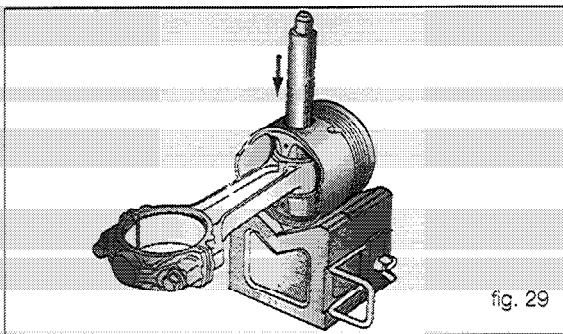

fig. 29
• Colocar el pistón sobre un soporte y con un mandril de diámetro adecuado sacar el bulón (fig. 29).